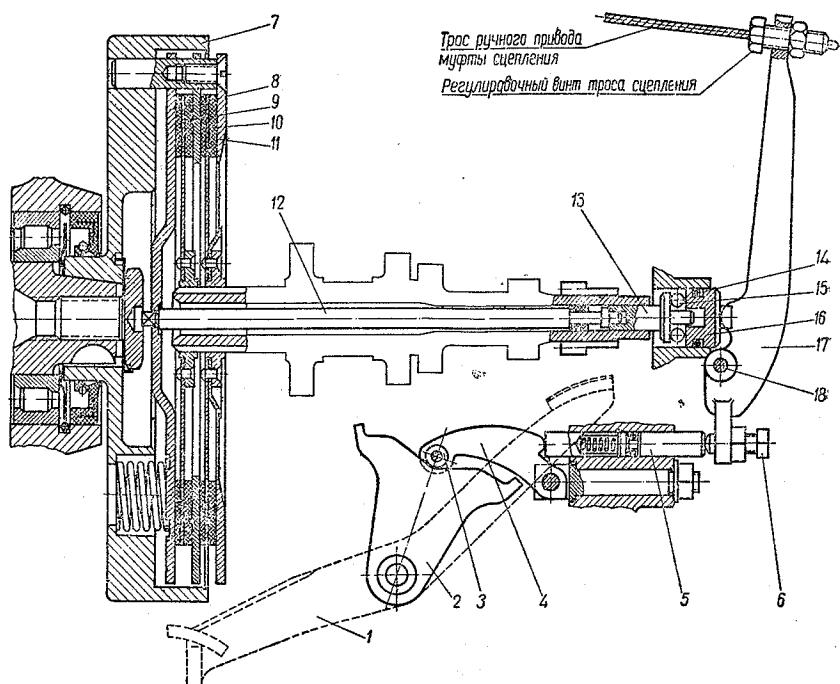

Рис. 20. Сцепление и механизм автоматического выключения сцепления при переключении передач:
Сцепление двухдисковое сухое состоит из ведомых и ведущих частей и механизма выключения сцепления (см. рис. 20). К ведущим частям сцепления относятся маховик 7 и диски (нажимной 8, промежуточный 9 и упорный 11), которые установлены на пальцы маховика.
4. Механизм автоматического выключения сцепления регулируется по мере надобности регулировочным болтом 6 (рис. 20). При правильной регулировке зазор между концом регулировочного болта и промежуточным штоком должен быть в пределах 0,05—0,20 мм. Зазор проверять шупом. Для измерения зазора торцы болта и штока отводятся друг от друга с небольшим усилием концом отвертки. Наличие зазора между регулировочным болтом и штоком может быть определено по наличию свободного хода при покачивании педали ножного переключения передач. Неправильная регулировка приведет к преждевременному выходу коробки передач из строя. По окончании регулировки необходимо регулировочный болт законтрить контргайкой. Ручной привод механизма выключения сцепления регулируется регулировочным винтом троса сцепления. Ручной привод должен быть отрегулирован так, чтобы величина хода штока 12 при ручном выключении сцепления не превышала ход штока при автоматическом выключении сцепления. Проверка правильности регулировки ручного привода производится так: нажимом ноги на педаль ножного переключения производится полное включение (до упора) какой-либо передачи. При этом наружный конец рычага ручного привода выключения сцепления должен свободно отводиться до рукоятки на руле. При этом в нормальном положении свободный ход конца рычага не должен превышать 20 мм. При неотрегулированном механизме выключения сцепления эксплуатация мотоцикла запрещается.